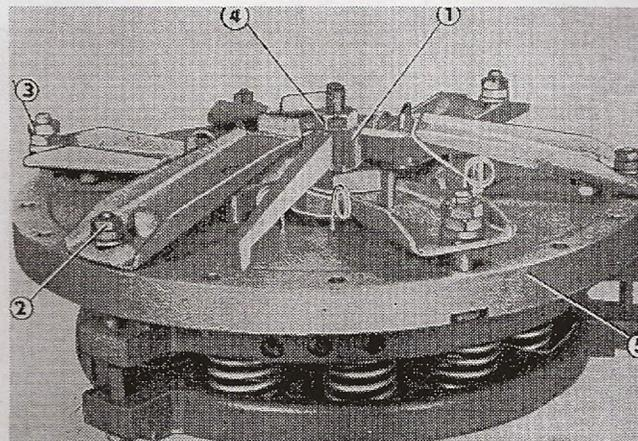

Fig. 53
1. Bloquer le plateau de fermeture à l'aide d'un montage (fig. 53/1).
2. Dévisser les six écrous M 10 (fig. 53/2) des boulons serrant les leviers de commande de l'embrayage d'avancement et retirer les boulons.
3. Dévisser les six écrous M 10 (fig. 53/3) des boulons serrant les leviers de commande de l'embrayage de prise de force et retirer les boulons.
4. Dévisser l'écrou M 14 (fig. 53/4) de la cheville et retirer le trépied pour dégager le plateau de fermeture (fig. 53/5). Après la dépose du plateau on peut démonter l'embrayage.